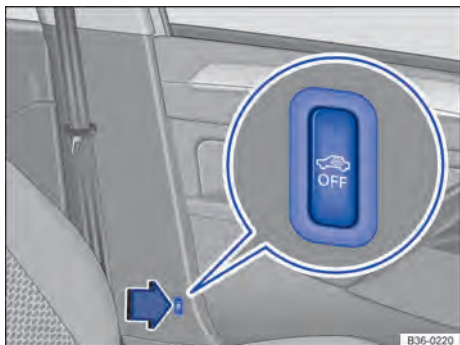

Fig. 40 Ao lado do banco do condutor: botão para desligar o monitoramento do interior do veículo e o alarme antirrebocagem.
Para desligar, a luz de controle no botão precisa se acender → Fig. 40. Para ligar a luz de controle, desligar a ignição → Página 201 e abrir a porta do condutor.
- Pressionar o botão → Fig. 40. No botão, uma luz de controle amarela fica acesa até que o veículo seja travado.
Se o monitoramento do interior do veículo e o alarme antirrebocagem tiverem sido desativados com o botão → Fig. 40, o monitoramento do interior do veículo e o alarme antirrebocagem poderão ser ativados novamente pressionando o botão . A luz amarela de controle se apaga.